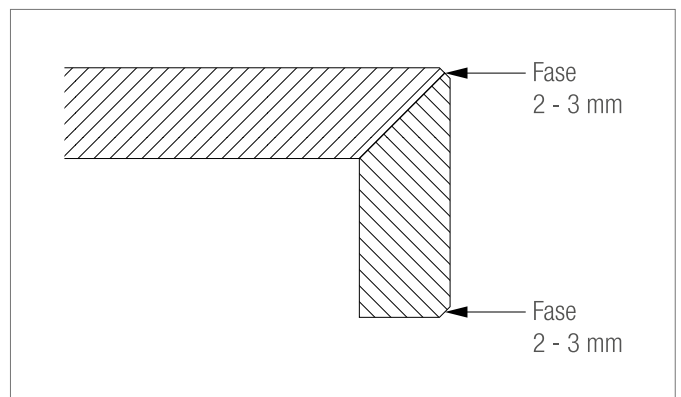

Abb. 2-4 Gehrung 45°, mit Fasen 2–3 mm, massive Optik bei beliebiger Blendenhöhe
4. Gehrung 45°, poliert mit Fasen 2–3 mm, massive Optik bei beliebiger Blendenhöhe (Abb. 2-4)
4. Gehrung 45°, geschliffen mit Fasen 2–3 mm, massive Optik bei beliebiger Blendenhöhe (Abb. 2-4)